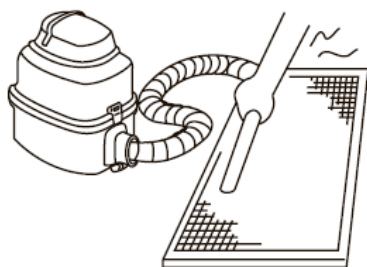

Fig. 5
- Le côté admission d'air doit être orienté vers le haut lors de l'utilisation de l'aspirateur. (Voir Figure 5)